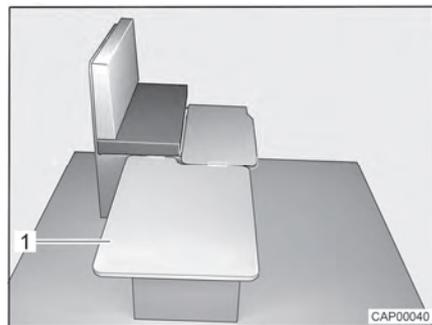

Fig. 52 Durante la trasformazione
- Agganciare la tavola di rinforzo (Fig. 52,1) lateralmente sui sedili e posizionarla sul tavolo.